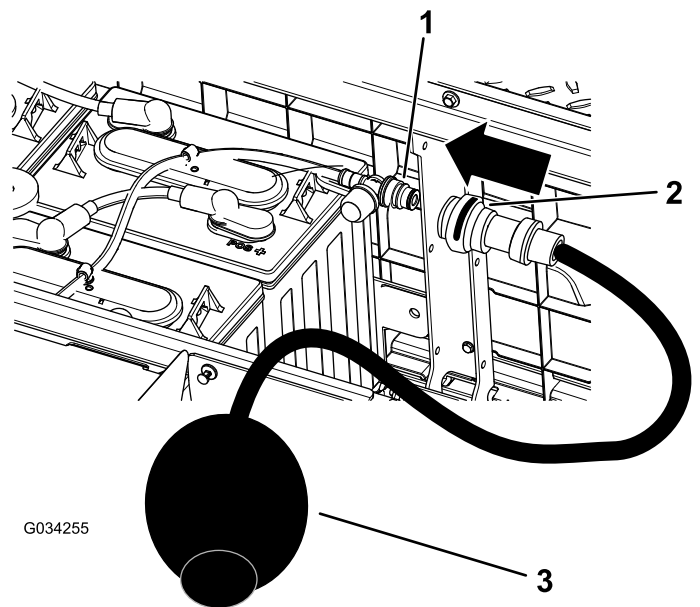

Figura 38
4. Conecte la bomba manual de agua de Toro en el puerto de llenado de agua (Figura 38).